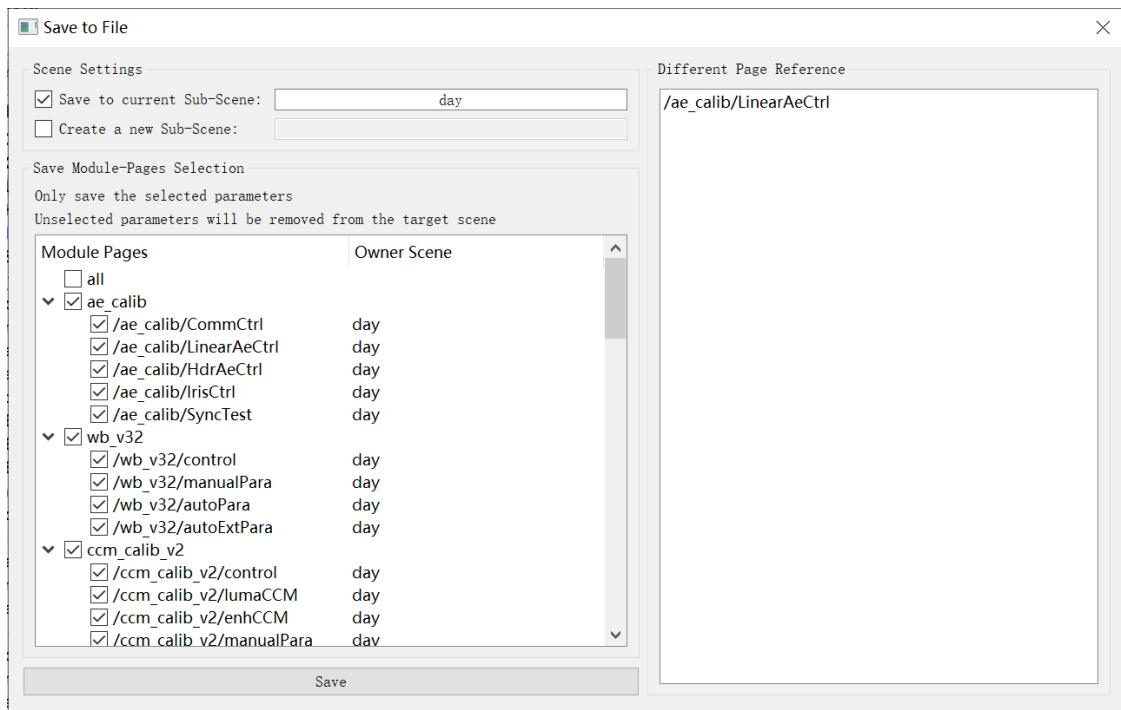

图3-5-5
4. 点击菜单栏"File" - "Save As..."，如图3-5-5所示，可以将参数保存至步骤2选择的场景参数内，也可以另存为至一个新的场景参数，支持选择部分模块参数保存，并在窗口右侧的列表中显示出改动过的参数供用户参考；